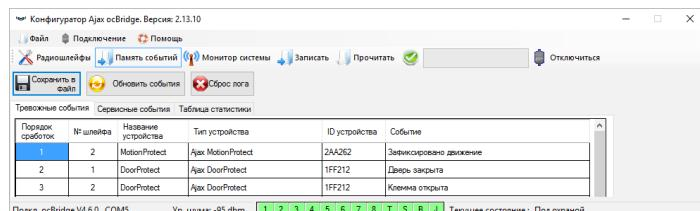
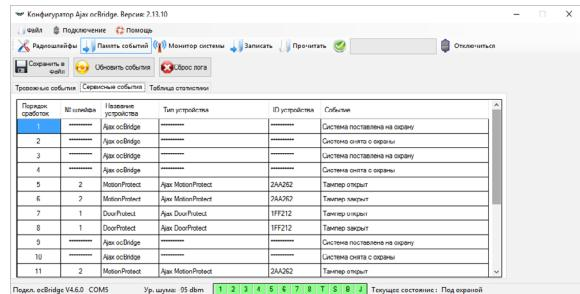
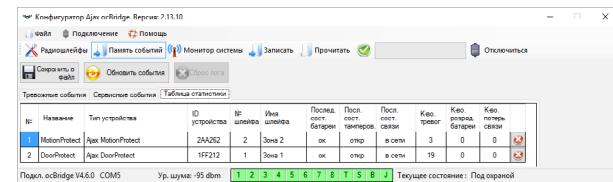

РИС. 12. Журнал тревожных событий
РИС. 13. Журнал сервисных событий
РИС. 14. Таблица статистики
5.6. Вкладка «Память событий» хранит сведения о произошедших тревожных событиях (РИС. 12), сервисных событиях (РИС. 13) и таблицу статистики (РИС. 14). Возможно обновить информацию в журналах событий или очистить их кнопкой «Сброс лога». Журнал содержит до 50 тревожных и 50 сервисных событий. Журналы событий клавишей «Сохранить в файл» можно сохранить в .xml формате, который открывается программой Excel.
Благодаря таблице статистики (РИС. 14) легко контролировать важную информацию по каждому из датчиков: нахождение датчика в конкретной зоне и вообще в сети приема; видеть состояние батареи в любом из датчиков; отслеживать фиксацию тумперных кнопок на всех датчиках; увидеть какой именно датчик и сколько раз генерировал тревогу; оценить устойчивость связи по колонке информации о потерях сигнала. В этой же таблице отображается служебная информация – название датчика, тип устройства, его идентификатор ID, № шлейфа/имя зоны.